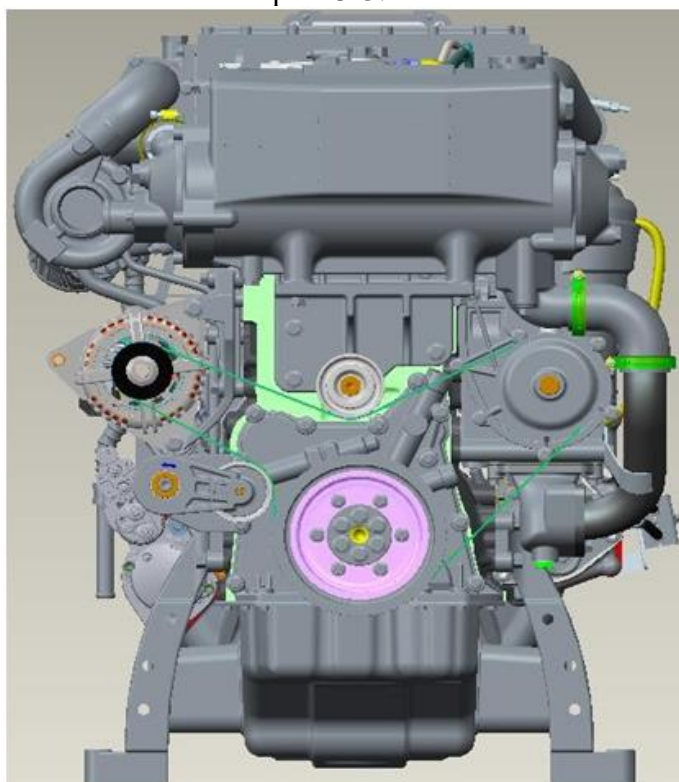

Рис. 3-3. Схема шкивов на лобовине двигателя
- Проверьте систему шкивов и натяжительных роликов на лобовине и затянуты ли крепежные болты как показано на рис. 3-3.